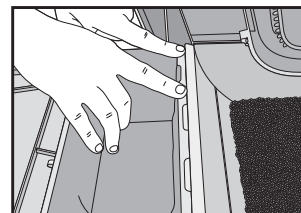
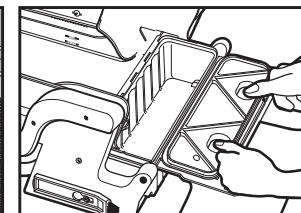

Fig. 1
Fig. 2
- Instale un recipiente desechable por debajo de la cubierta del compartimiento de los desperdicios. Asegúrese que la parte delantera del recipiente se encuentre debajo de las cinco guías (Fig. 1). No debe sobrar espacio entre el aparato y el recipiente desechable. Instale la cubierta del recipiente desechable para los desperdicios introduciendo las guías de presión en los orificios redondos (Fig. 2).